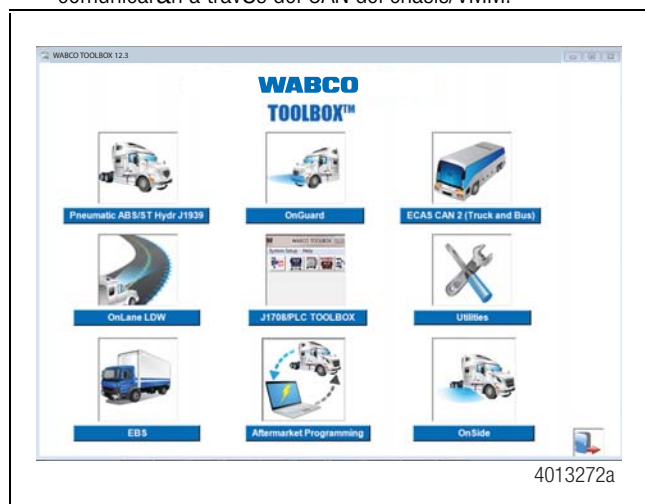

Figura 3.3
Verifique que el software TOOLBOX™ esté configurado para el dispositivo y el protocolo de comunicación que se utilizará. Para acceder a "Adapter Selection" (Selección de adaptador) para el software TOOLBOX™ 11 o posterior, haga clic en "Utilities" (Utilidades) en la pantalla principal de TOOLBOX™. Figura 3.3.
- Si usa TOOLBOX™ 11 o posterior y un vehículo con Software ECU E4.4b o posterior, es posible realizar diagnósticos a través de comunicaciones J1939. Figura 3.3.